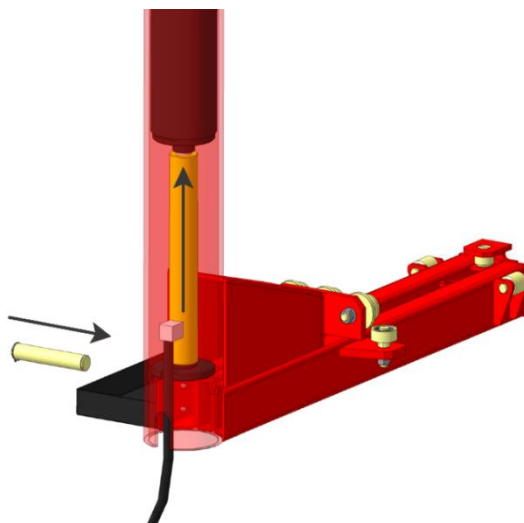

Рисунок 43
- Установите ось упора гидроцилиндра (рисунок 43).